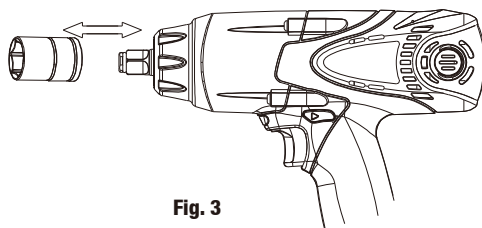

Fig. 3
1. Colocar a chave de caixa na encavadora (ver Fig. 3)
1. Puxar a chave de caixa para a retirar da encavadora (ver Fig. 3)